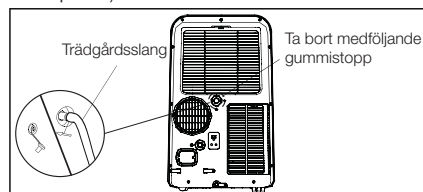

Fig. 25
1. I avfuktningsläget behöver du en trädgårdsslang (säljs separat) för att tömma ut kondens från enheten. Ta ut gummistoppet ur slangkontakten och skruva sedan på en trädgårdsslang till kontakten (se Fig. 25).